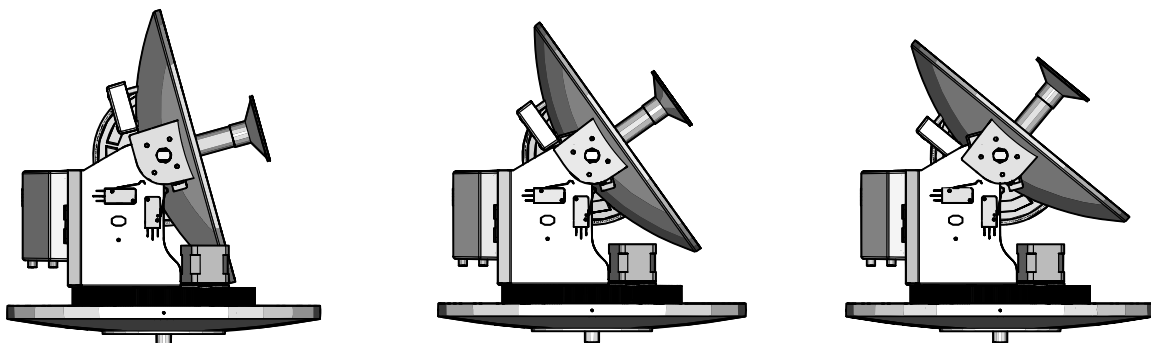

**Fig. 3**
- l'antenne nécessite d'un angle de levage entre - 9° et 81° pour recevoir les signaux satellitaires (Fig. 3).